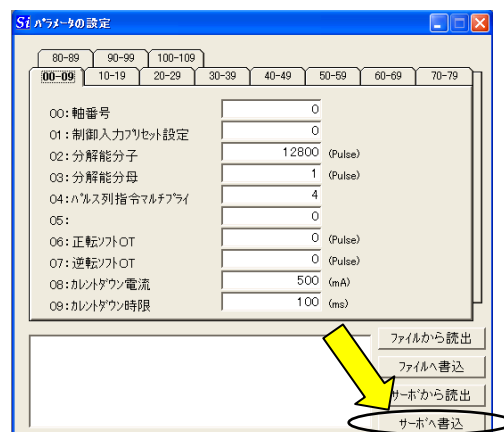

図7-3
- 1) ひとつおりのパラメータのデータをせつとしたらサーボドライバに書き込みます。図7-3